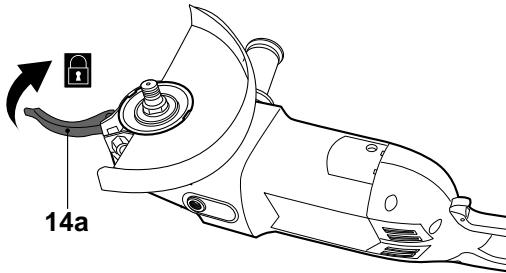

Fig. 8
- > Fermez le levier de fixation [14a] (Figs. 8, 9).